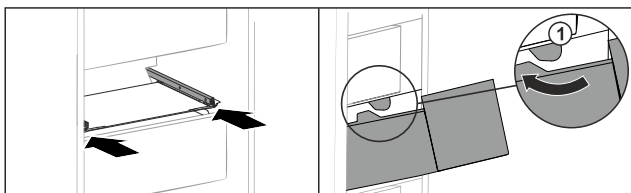

Fig. 217
- ▶ Обведите выдвижной ящик вокруг стопора Fig. 217 (1).